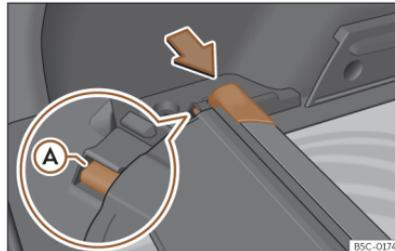

Abb. 178 Im Gepäckraum: Aufnahme zum Verstauen der aufrollbaren Abdeckung.
- Drücken Sie den Kopfteil der aufrollbaren Abdeckung in Pfeilrichtung, bis diese in der vorgesehenen Aufnahme einrastet >>> (**Abb. 178**). Stellen Sie sicher, dass das Gleitstück **A** in der entsprechenden Aufnahme einrastet.